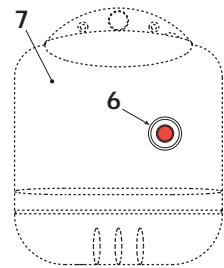

fig. 1
Om de ketel uit te schakelen, volstaat het de schakelaar 5 (fig. 1) op het bedieningspaneel in de stand "0" te zetten en de brandstofklep te sluiten.
- a De branderblok aangeduid door het controlelampje 6 (fig. 1). De handleiding van de brander raadplegen.